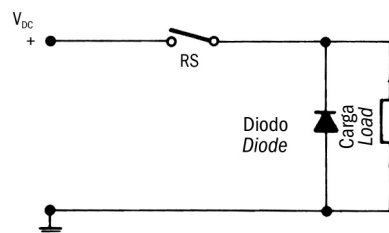
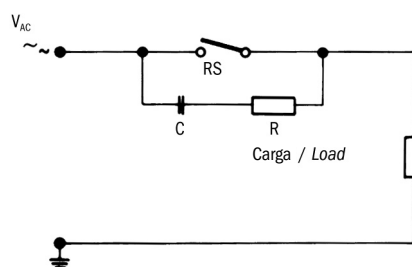

Fig. 1 Protección con corriente continua para cargas inductivas.
Fig. 2 Protección con corriente alterna con conexión RC para carga inductiva.
1) Cargas inductivas en circuitos alimentados con corriente continua la protección del contacto es relativamente fácil. Se debe conectar en paralelo a la carga un diodo semiconductor como se indica en la fig. 1 (ver la página siguiente). Las polaridades deben estar conectadas de manera que el diodo se bloquee con el voltaje normal de funcionamiento y siempre en cortocircuito en el caso de inversión de polaridades. Al cambiar las cargas inductivas alimentadas con corriente alterna no se puede utilizar un diodo, es necesario utilizar un dispositivo de supresión del arco Por lo general, es un enlace RC paralelo al interruptor y luego en serie con la carga, según fig. 2 (ver página siguiente). El tamaño del supresor del arco puede ser determinada por el monograma de la fig. 3 (ver la página siguiente).